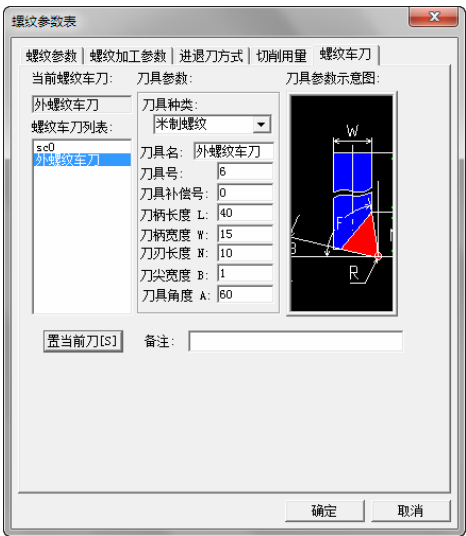

图 4-215 螺纹车刀参数设定
5) 单击“螺纹车刀”选项卡，在“螺纹车刀列表”的列表框中直接单击“外螺纹车刀”，使它变为蓝色，然后单击“置当前刀”按钮，即调出了刀具库中设置的螺纹车刀，具体参数显示如图 4-215 所示。